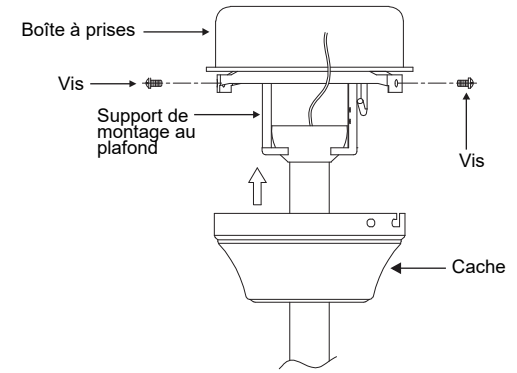

Fig. 12
**Étape 2.** Glisser le cache jusqu'au plafond et le fixer au support de montage au plafond avec quatre (4) vis sur le bord supérieur du support de montage. Insérer chaque vis dans le trou de montage du cache et dans le support de montage. Serrer solidement toutes les vis. (Fig. 12)